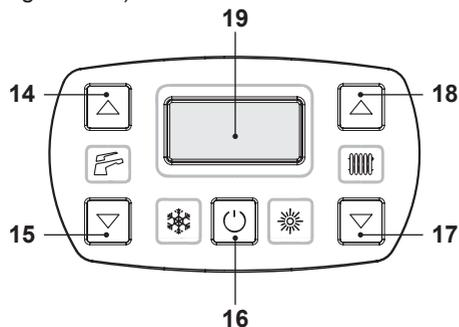
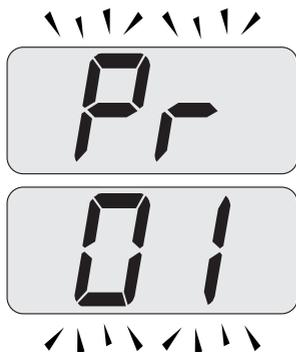

Figura 9.28
Figura 9.29
- Entrare in "modalità programmazione" premendo contemporaneamente per 10 secondi i tasti 16 - 17 - 18 (Figura 9.28)
fino a far apparire sul display LCD le lettere **Pr** che si alternano con il codice **01** indicanti l'entrata nel "parametro 01" (Figura 9.29).
- Premere contemporaneamente i tasti 16 e 18 (Figura 9.28) fino a far apparire sul display LCD il valore del parametro 01 (Figura 9.30) (85=**M260V.1616 SV**, 86=**M260V.2025 SV** o 89=**M260V.3035 SV**).
- Premendo contemporaneamente i tasti 16 e 17 (Figura 9.28) si esce senza modificare il valore (ritorno alla lista parametri Figura 9.29)
- Premendo contemporaneamente per 10 secondi i tasti 16 - 17 - 18 (Figura 9.28) si esce dalla "modalità programmazione".